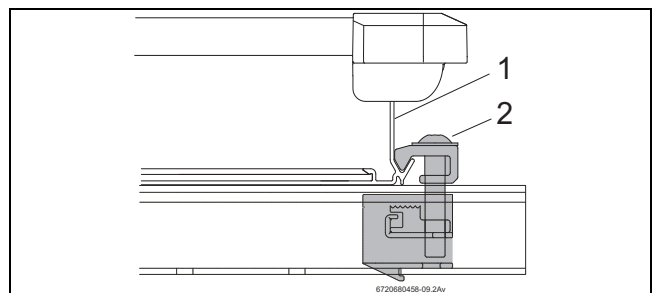

Fig. 60 Sujeción de colector sencilla atornillada
- ▶ Deslizar el colector (Fig. 60, [1]) con cuidado en la sujeción de colector sencilla y alinearlos horizontalmente.
- ▶ Atornillar la sujeción de colector sencilla con la llave SW5. El fijador (Fig. 60, [2]) de la sujeción del colector agarra ahora el canto inferior del colector.